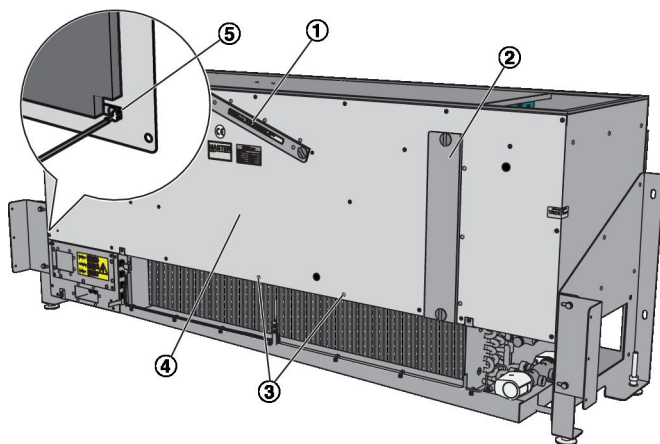

Abb. 33: Gerätedeckel montieren
1. ▶ Schutzleiter (Abb. 33/5) am Gerätedeckel (Abb. 33/4) anbringen und den Deckel am Lüftungsgerät aufsetzen. Den Gerätedeckel mit den Kreuzschlitzschrauben (Abb. 33/3) verschrauben.
2. ▶ Abluftfilter (Abb. 33/1) einsetzen (Abb. 33/2) und Deckel vom Außenluftfilter montieren Abb. 33.